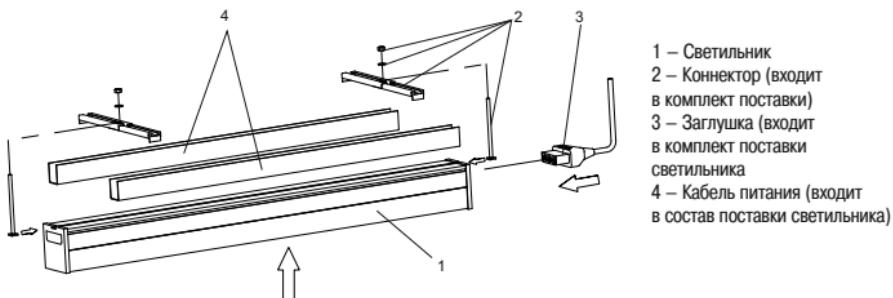

Рисунок 5 – Монтаж светильника на реечный потолок
4.4 Накладной монтаж на реечные потолки производить при помощи комплекта монтажного для реичного потолка арт. LT-LDCKD-KMRP-K47. Монтаж линейного светильника 1011 на реечный потолок производится аналогично монтажу магистрального светильника (рисунок 5).